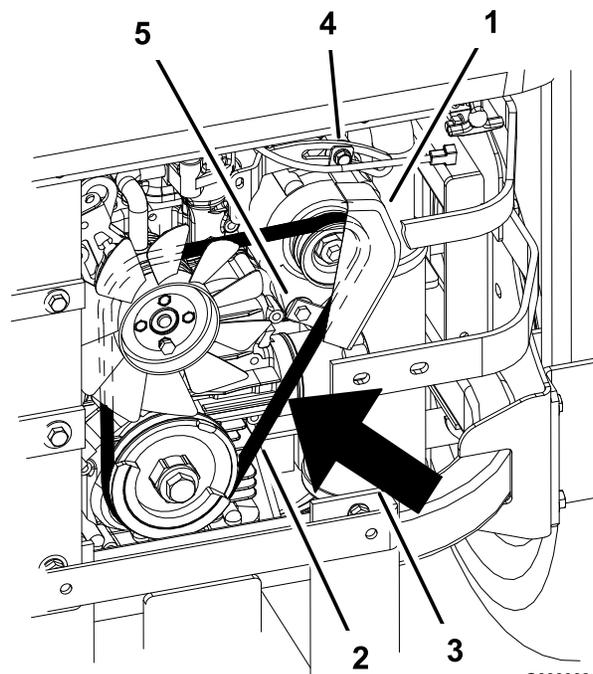

Figura 72
7. Afloje el perno inferior y retire el perno superior que sujeta el alternador y la cubierta (Figura 72).
9. Instale una correa nueva alrededor de las poleas y del alternador (Figura 72).
14. Apriete el perno inferior e instale el perno superior que sujeta el alternador y la cubierta (Figura 72).
2. Ajuste el alternador hacia fuera hasta que quede una desviación de 7 a 9 mm en la correa entre el motor y las poleas del alternador con un esfuerzo de 10 kgf (Figura 72).
5. Si la desviación es correcta, apriete los pernos inferior y superior (Figura 72).